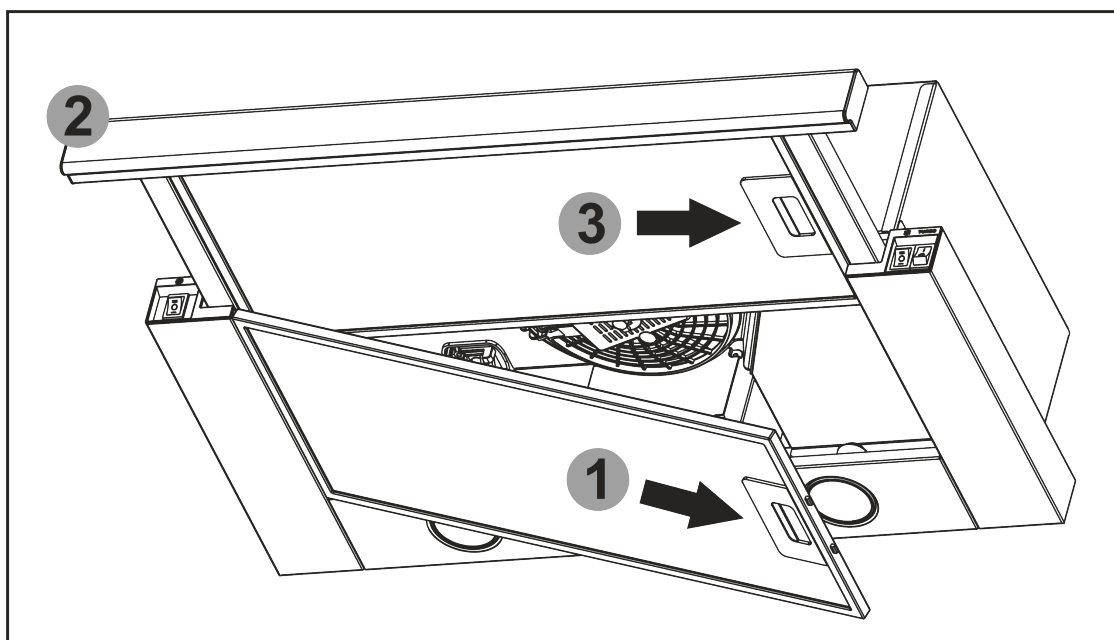

Рис.6
8.7 Для снятия алюминиевых фильтров (**рис.6**) следует нажать на пружинную задвижку алюминиевого фильтра **1** и снять его. Вытянуть шухляду выдвигающую **2** и снять алюминиевый фильтр **3**. Установка фильтров выполняется в обратном порядке.